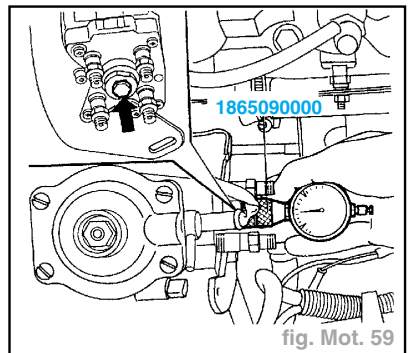

fig. Mot. 59
- Enlever le bouchon sur la bague de blocage (voir flèche) ; visser l'outil **1865090000** avec comparateur au centième dans le siège fileté en plaçant le palpeur au contact du bossage du piston distributeur (fig. Mot. 59).